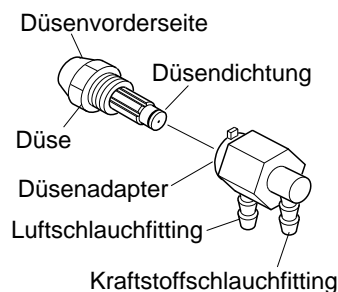

Abbildung 21 - Düse und Düsenadapter
6. Die Düse mit einem 5/8 Zoll Steckschlüssel vorsichtig aus dem Düsenadapter herausdrehen (siehe Abb. 21).
9. Die Düse in den Düsenadapter einschieben, bis sie sicher sitzt. Die Düse mit einem 5/8 Zoll Steckschlüssel um eine 1/3 Umdrehung auf ein Drehmoment von 4,5 bis 5,1 Nm (40 bis 45 Zoll-Pfund) festziehen. Siehe Abb. 21.